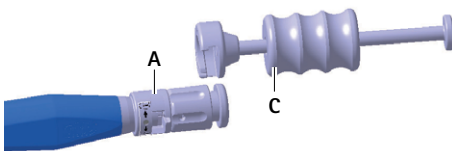

Fig. 5 Montaggio del martello sullo strumento inseritore
- Montare il martello C sullo strumento inseritore A, vedere Fig. 5.
- ▶ Montare il martello **B** sullo strumento inseritore **A**, vedere Fig. 5.